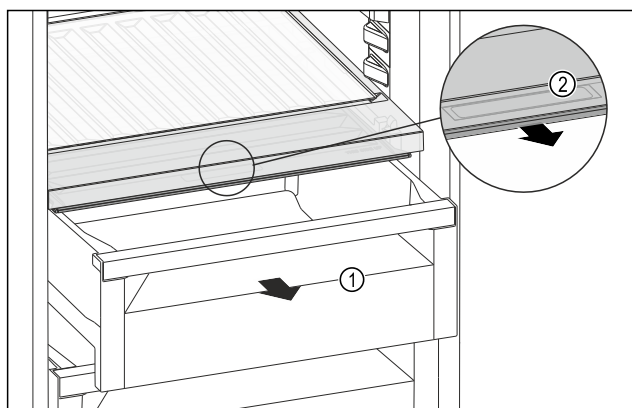

Fig. 122
- ▶ Træk skuffen Fig. 122 (1) ud.
- ▶ Tag fat i grebsforsænkningen Fig. 122 (2) i bokslåget, og træk samtidigt bokslåget frem.